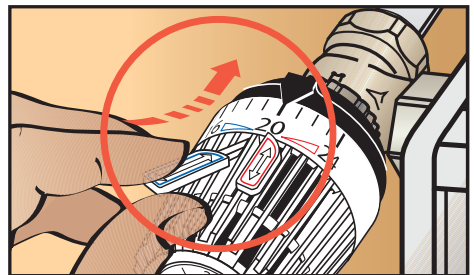

Abb. 10: Sparclip links einsetzen
- Den **blauen Sparclip** in die Nut **links neben 20** einsetzen (Abb. 10).